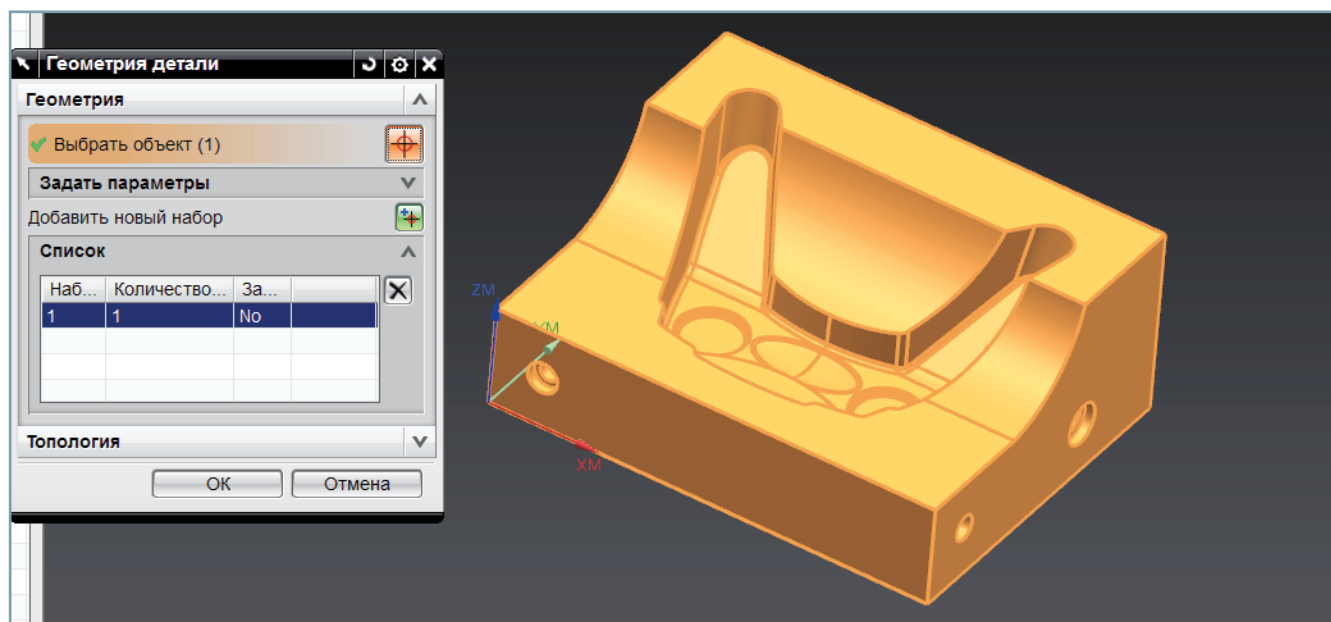

Рис. 1.24. Выбранная геометрия подсвечивается в графическом окне
- Выполните команду задания детали (1).
- Укажите тело в графической области (рис. 1.24). В принципе, можно указывать несколько объектов для обработки. На этом этапе ограничимся одним объектом.